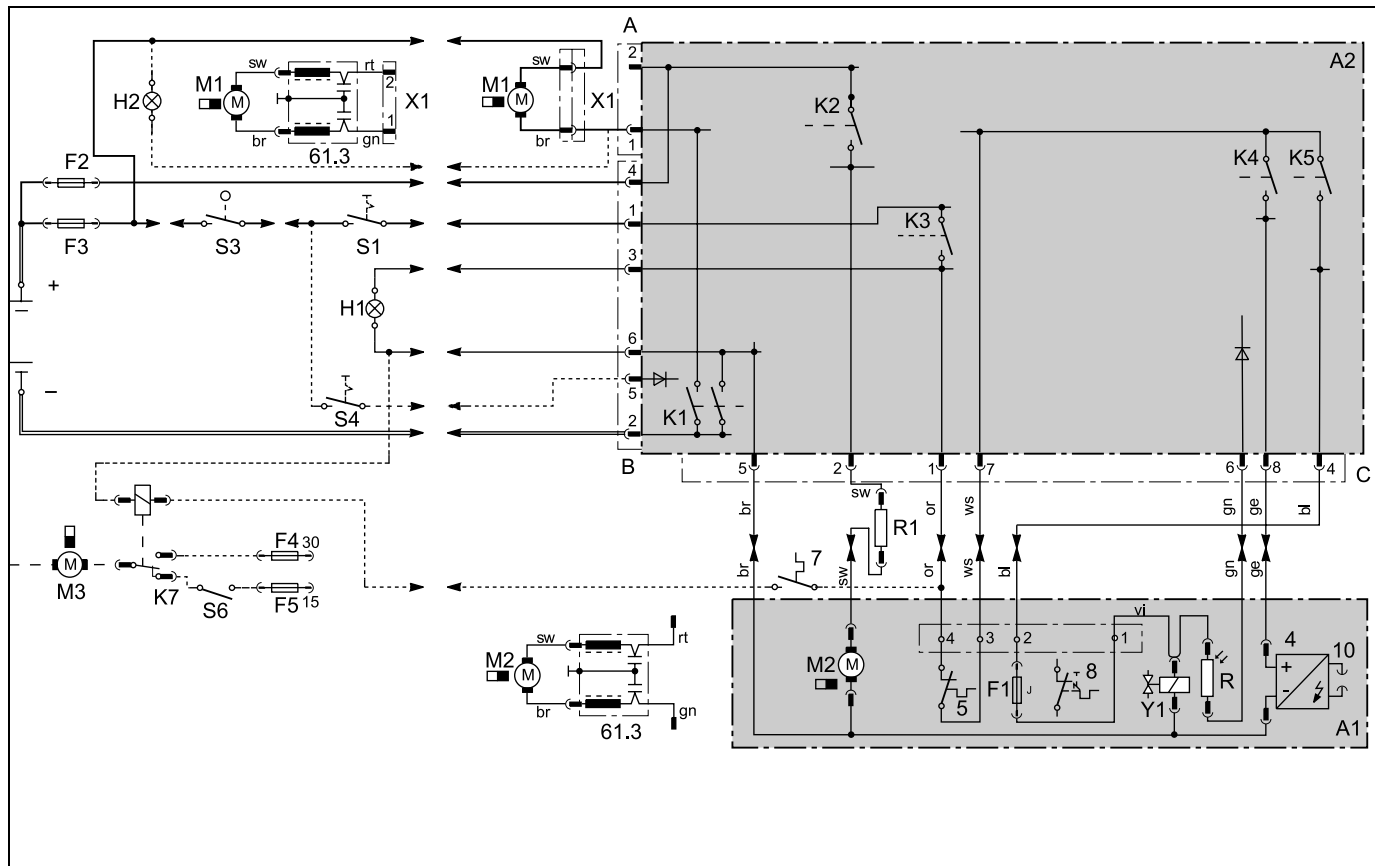

Fig. 33: Connexions globales pour DBW 160 avec organe de commande 1553 et commutateur, légende : voir page 117
Le branchement électrique du chauffage s'effectue conformément à la figure 33, 35 ou 37: schéma des connexions automatiques pour appareils
Les modèles de fiches différents des versions standard (figures 33, 35 et 37) doivent être réclamées séparément auprès de SPHEROS.
- commutateur, voir schéma des connexions automatiques fig. 33, 35 et 37